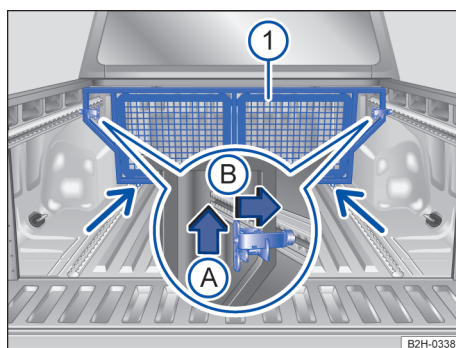

Fig. 143 En la superficie de carga: montar el elemento divisorio.
1. Coloque el elemento divisorio → fig. 143 ① en la posición de montaje deseada con cuidado → ▲.
3. Coloque el elemento divisorio en los rieles de amarre inferiores → fig. 143 (flechas finas).
5. A ambos lados, tire hacia arriba de la palanca de bloqueo → fig. 143 (flecha A) y presiónela hacia fuera hasta el tope (flecha B).